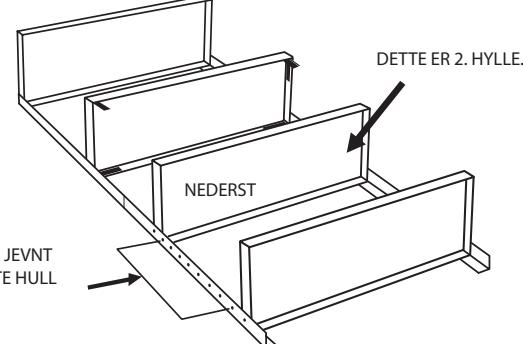

Figur 4
4. Gjenta trinn 3 ved å sette en hylle i de NEST SISTE HULLENE i den andre enden av bena. Se figur 4.